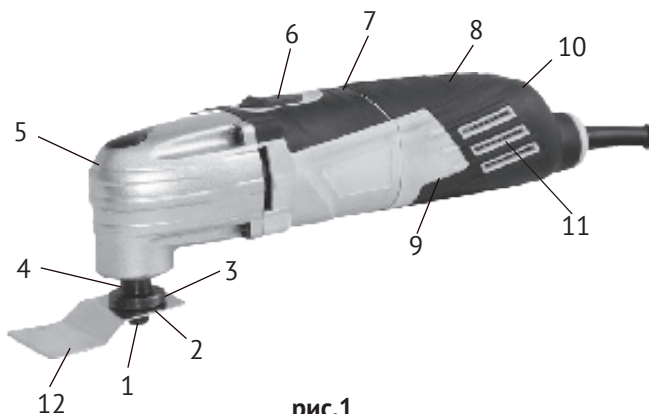

рис.1
1.3 МФИ – инструмент, работающий по осцилляционной технологии. Машина преобразует вращательное движение электродвигателя в высокочастотное колебание рабочего инструмента с небольшой амплитудой. МФИ состоит из коллекторного двигателя в пластиковом корпусе (рис.1 поз.7, 8, 9) и редуктора, расположенного в металлическом корпусе (рис.1 поз.5). Крутящий момент с якоря электродвигателя в редукторе, специальным подшипником и вилкой, преобразуется в возвратно-
поступательное (колебательное) перемещение шпинделя (рис.1 поз.4), расположенного под углом 90° к оси двигателя. Между опорным (рис.1 поз.3) и зажимным (рис.1 поз.2) фланцами шпинделя, винтом М6х12, крепится рабочий инструмент (насадка для определённого вида работы). При шлифовальных (полировальных) работах, в шпиндель вворачивается дельтовидная шлифподшова. На подошву, при помощи липучки крепится шлифовальный (полировальный) лист.
1.4 Инструмент имеет так называемую компоновку «хват рукой», при котором МФИ надёжно удерживается одной рукой за корпус, покрытый противоскользящими накладками. Ползунок выключателя (рис.1 поз.6) расположен сверху на корпусе двигателя, смещён вперёд, к редуктору.
1.5 В торцевой части корпуса МФИ, расположен диск регулятора частоты колебаний шпинделя (рис.1 поз.10).
- шестигранным ключом (входит в комплект поставки) отвернуть винт (рис.1 поз.1) и снять зажимной фланец (рис.1 поз.2);
- перевести ползунок выключателя (рис.1 поз.6) вперёд до фиксации в положении «I» - «включено»;
3.2 Для замены щёток необходимо открутить крышки корпуса (рис.1 поз.8 и 9). Вынуть использованные щётки из щёткодержателей и заменить их новыми. Прикрутить на место крышки корпуса. Щётки следует заменять парой для обеспечения равной степени их давления на коллектор якоря.